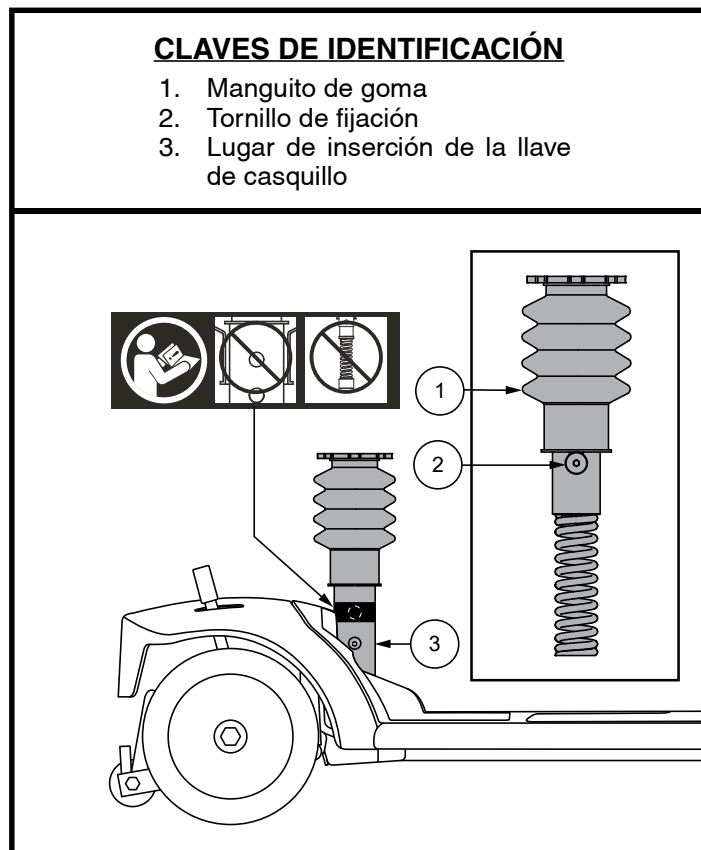

Figura 14. Ajuste de la suspensión del asiento
2. Retire la tija superior del asiento del vehículo quitando el perno con tope de la parte inferior de la tija del asiento y luego levantando la tija hacia arriba y sacándola del vehículo. **Ver figura 14.**
NOTA: No instale la tija del sillín en el orificio superior con el sillín con suspensión. Vea la figura 14. Si lo hace, la tija del sillín con suspensión dejará de funcionar.